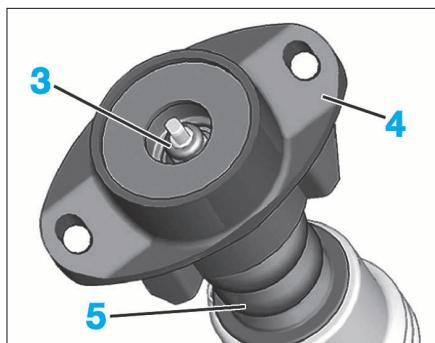

FIG. 38
- Déposer (Fig.38) :
- l'écrou (3) ; À l'aide de l'outil FACOM D.83C par exemple
- le support supérieur d'amortisseur (4)
- la butée (5).